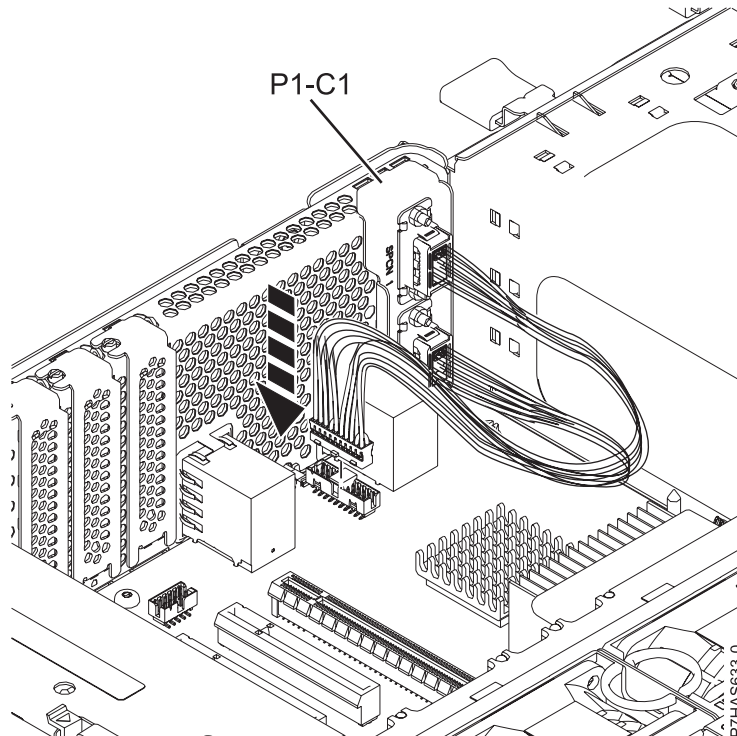

図 12. SPCN ケーブル・アセンブリーの取り替え
- a. 14 ページの図 12 に示す FC EJ0G 2 ポート SPCN ケーブル・アセンブリー (C) のテール・ストック・ブラケットを注意してつかみ、それをシャーシ後部の GX スロット 1 (P1-C1) の開口部に位置合わせします。
- c. 14 ページの図 12 に示されているように、ケーブルのもう一方の端をシステム・バックプレーンのコネクタに差し込みます。